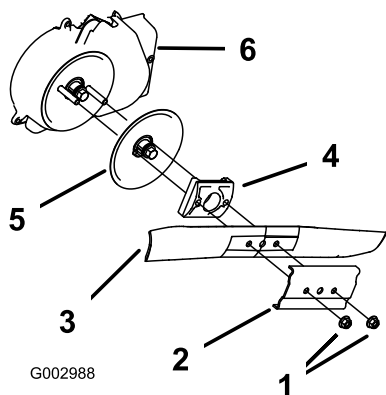

Figure 50
3. Retirez les 2 écrous de la lame et le renfort (Figure 50).
4. Déposez la lame (Figure 50).
5. Déposez le dispositif d'entraînement de la lame et le disque (Figure 50).
6. Déposez la protection du débrayage du frein de lame (Figure 50).
8. Montez la protection du débrayage du frein de lame (Figure 50).
9. Posez le dispositif d'entraînement de la lame (Figure 50).
10. Posez la lame (Figure 50).
11. Posez le renfort (Figure 50).